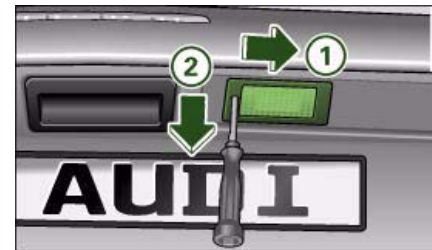

Fig. 265 Portón del maletero: Desmontar la luz de la matrícula ▶
- Coloque la punta plana del vástago destornillador en la ranura de la luz de la matrícula ⇒ *página 281*, fig. 265.
- Utilizando el destornillador, presione la luz de la matrícula primero hacia la derecha flecha ① y, desde esta posición, sáquela del rebaje tirando hacia abajo flecha ②.